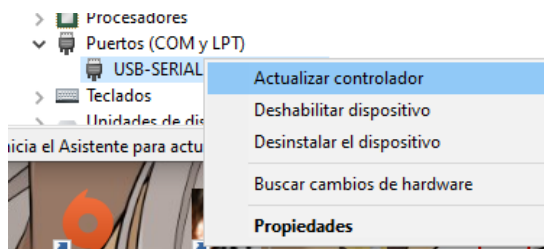

Figura B.4: Actualizar controlador
3. A continuación, dar clic en *Actualizar controlador* (Figura B.4).